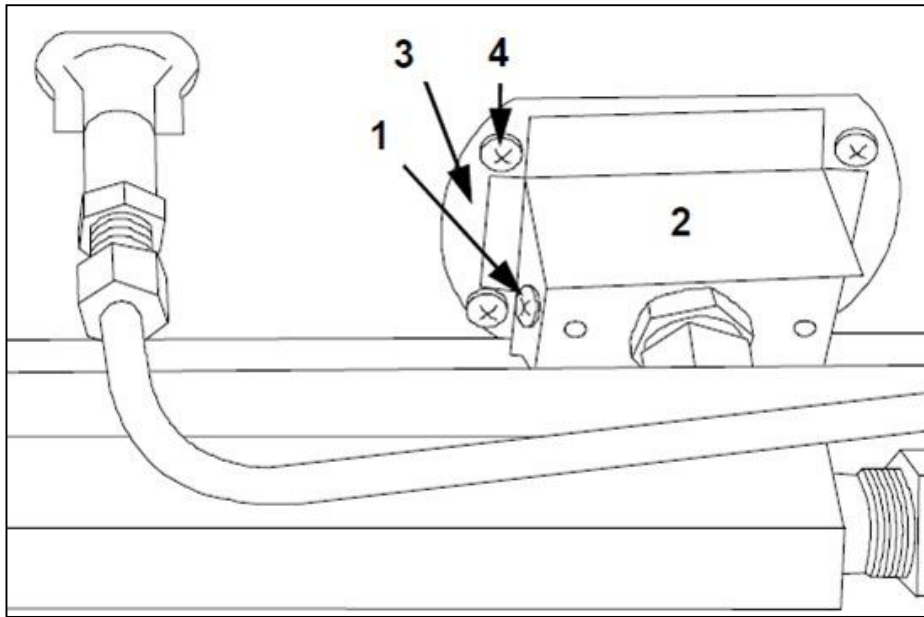

ABB.16
- Entfernen Sie die Luftklappe des Brenners (ABB. 16, Bez. 2), indem Sie die Schraube (ABB. 16, Bez. 1) lösen und entfernen
- Lösen Sie die 4 Schrauben (ABB. 16-Bez. 4) und entfernen Sie den Brenner (ABB. 16-Bez. 3) und ersetzen Sie ihn;